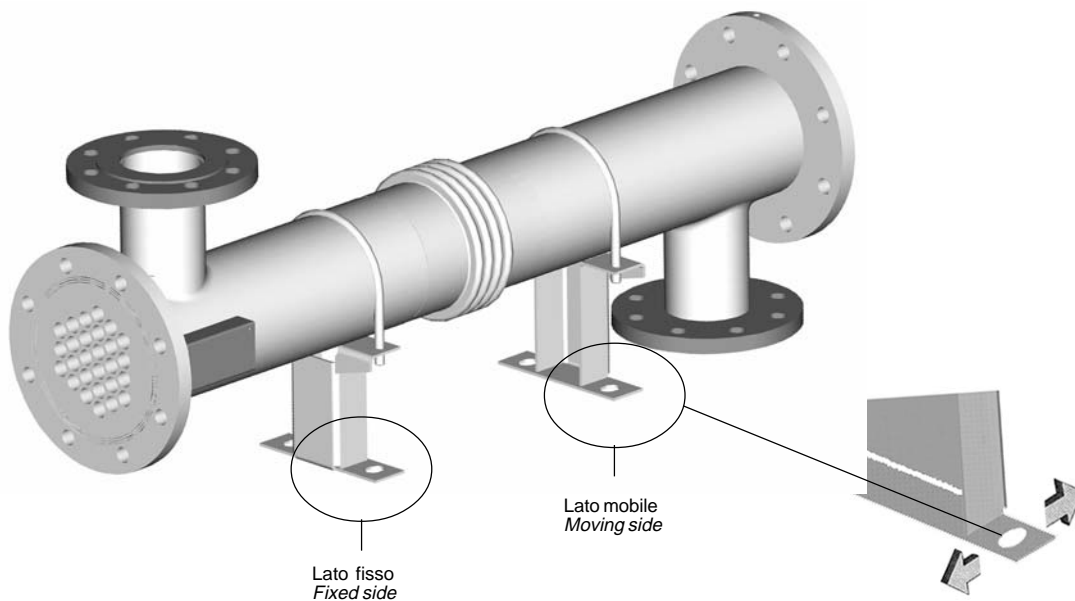

Fig. 2
2.5 I bulloni delle selle devono essere allentati su un lato dello scambiatore per consentire la libera espansione assiale (fig. 2).
2.5 Loosen saddles's bolts at one end of unit to allow free expansion (fig. 2).